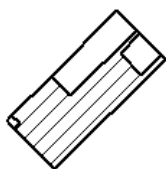

图 10.3.12 剖视图 B-B
(4) 创建剖视图。选择 **主页** 选项卡 **图纸视图** 区域中的  命令，系统弹出“剖视图”命令条。
(5) 选取上一步创建的切割平面剖切线，然后确认  按钮处于弹起状态，在基本视图右上方选择合适的位置单击，生成截面视图。
(6) 在剖视图 **B-B** 上右击，然后在系统弹出的快捷菜单中取消选中  **保持对齐** 命令，然后将剖视图 **B-B** 移动左下方合适的位置，如图 10.3.12 所示。